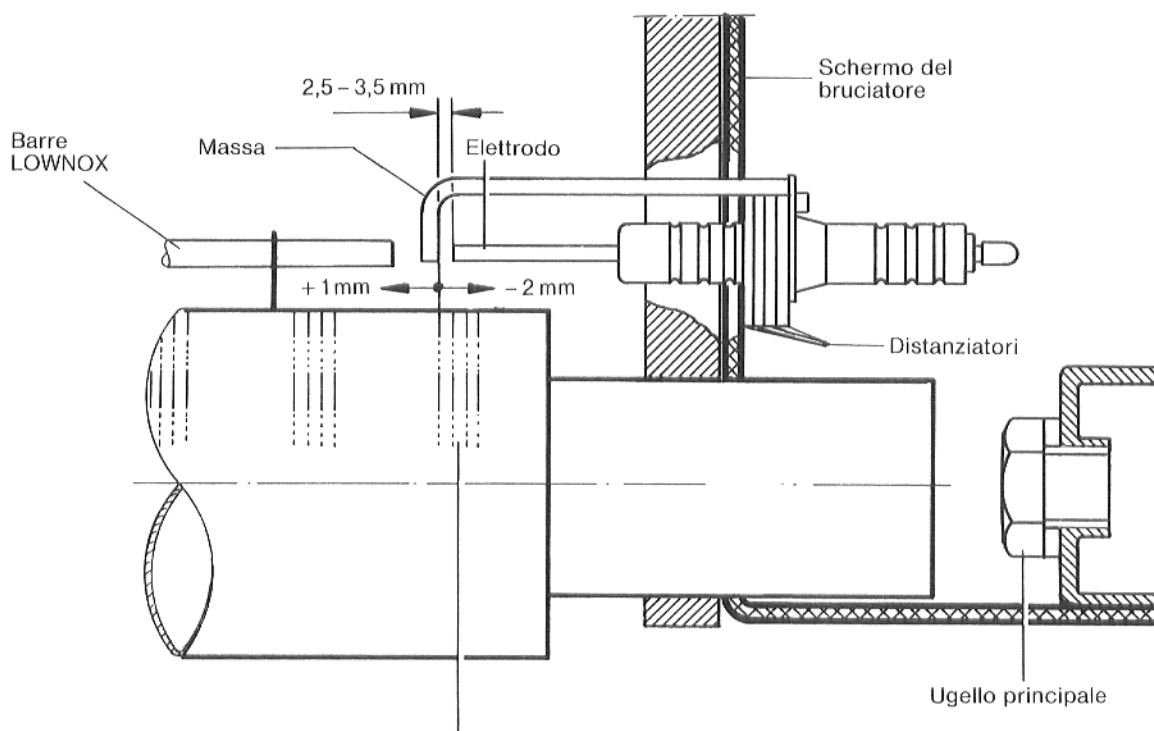

Fig. 21
- La distanza dell'elettrodo d'accensione dalla massa, importa dai 2,5 ai 3,5 mm (vedi Fig. 21).
- **Le misure della Fig. 21 devono essere assolutamente osservate.**